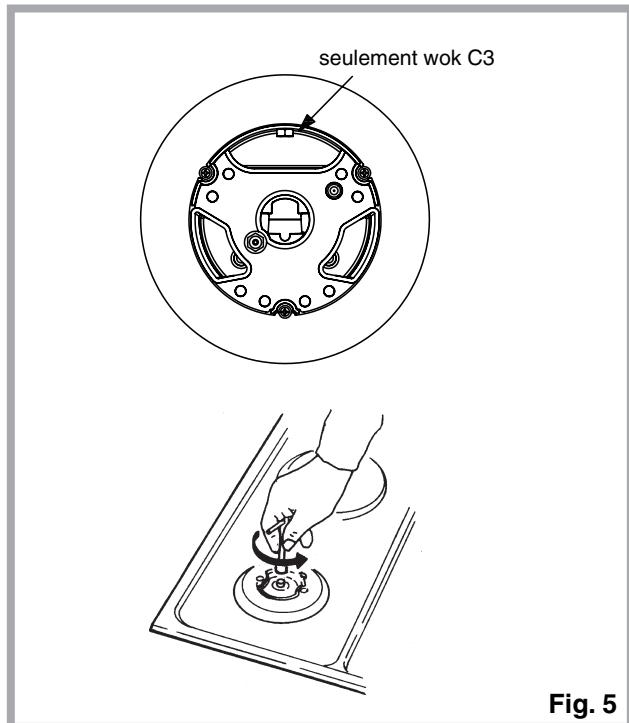

Fig. 5
Adaptation à un différent type de gaz (Fig. 5)
- à la substitution des injecteurs (Fig. 5) avec ceux correspondants au type de gaz qu'il faut utiliser (voir tableau "Caractéristiques utilisateurs").